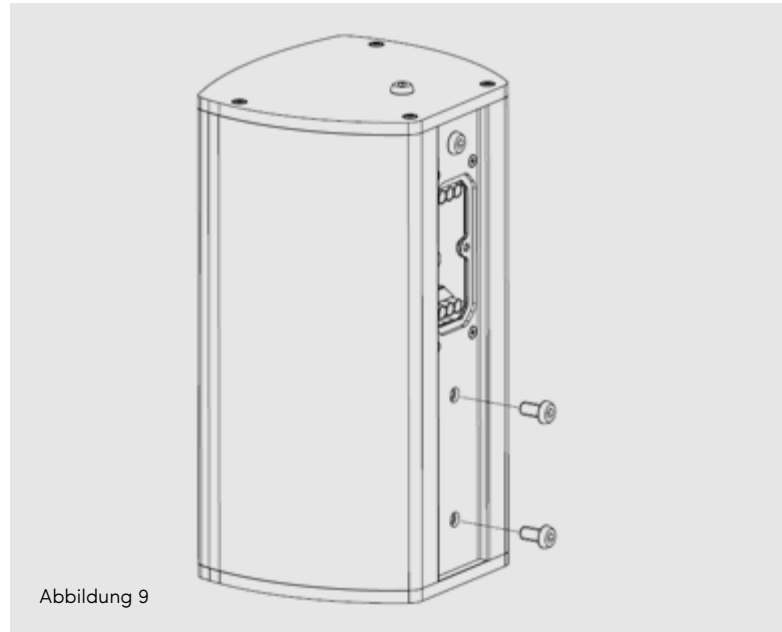

Abbildung 9
1. Entfernen Sie die beiden Linsenschrauben M6 unterhalb des Anschlussfeldes. SIEHE ABBILDUNG 9.